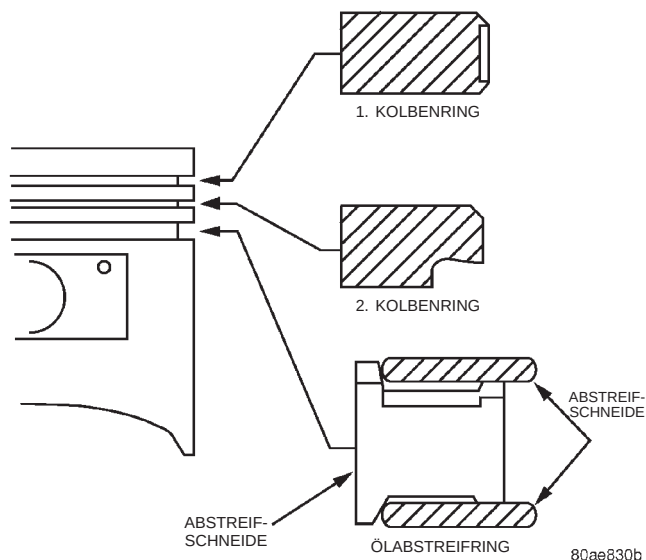

Abb. 9 Pleuellager—Einbau
(1) Der 1. und 2. Pleuelring haben verschiedene Querschnitte. Die Herstellerkennzeichnung muß nach oben zum Pleuelboden weisen (Abb. 9).